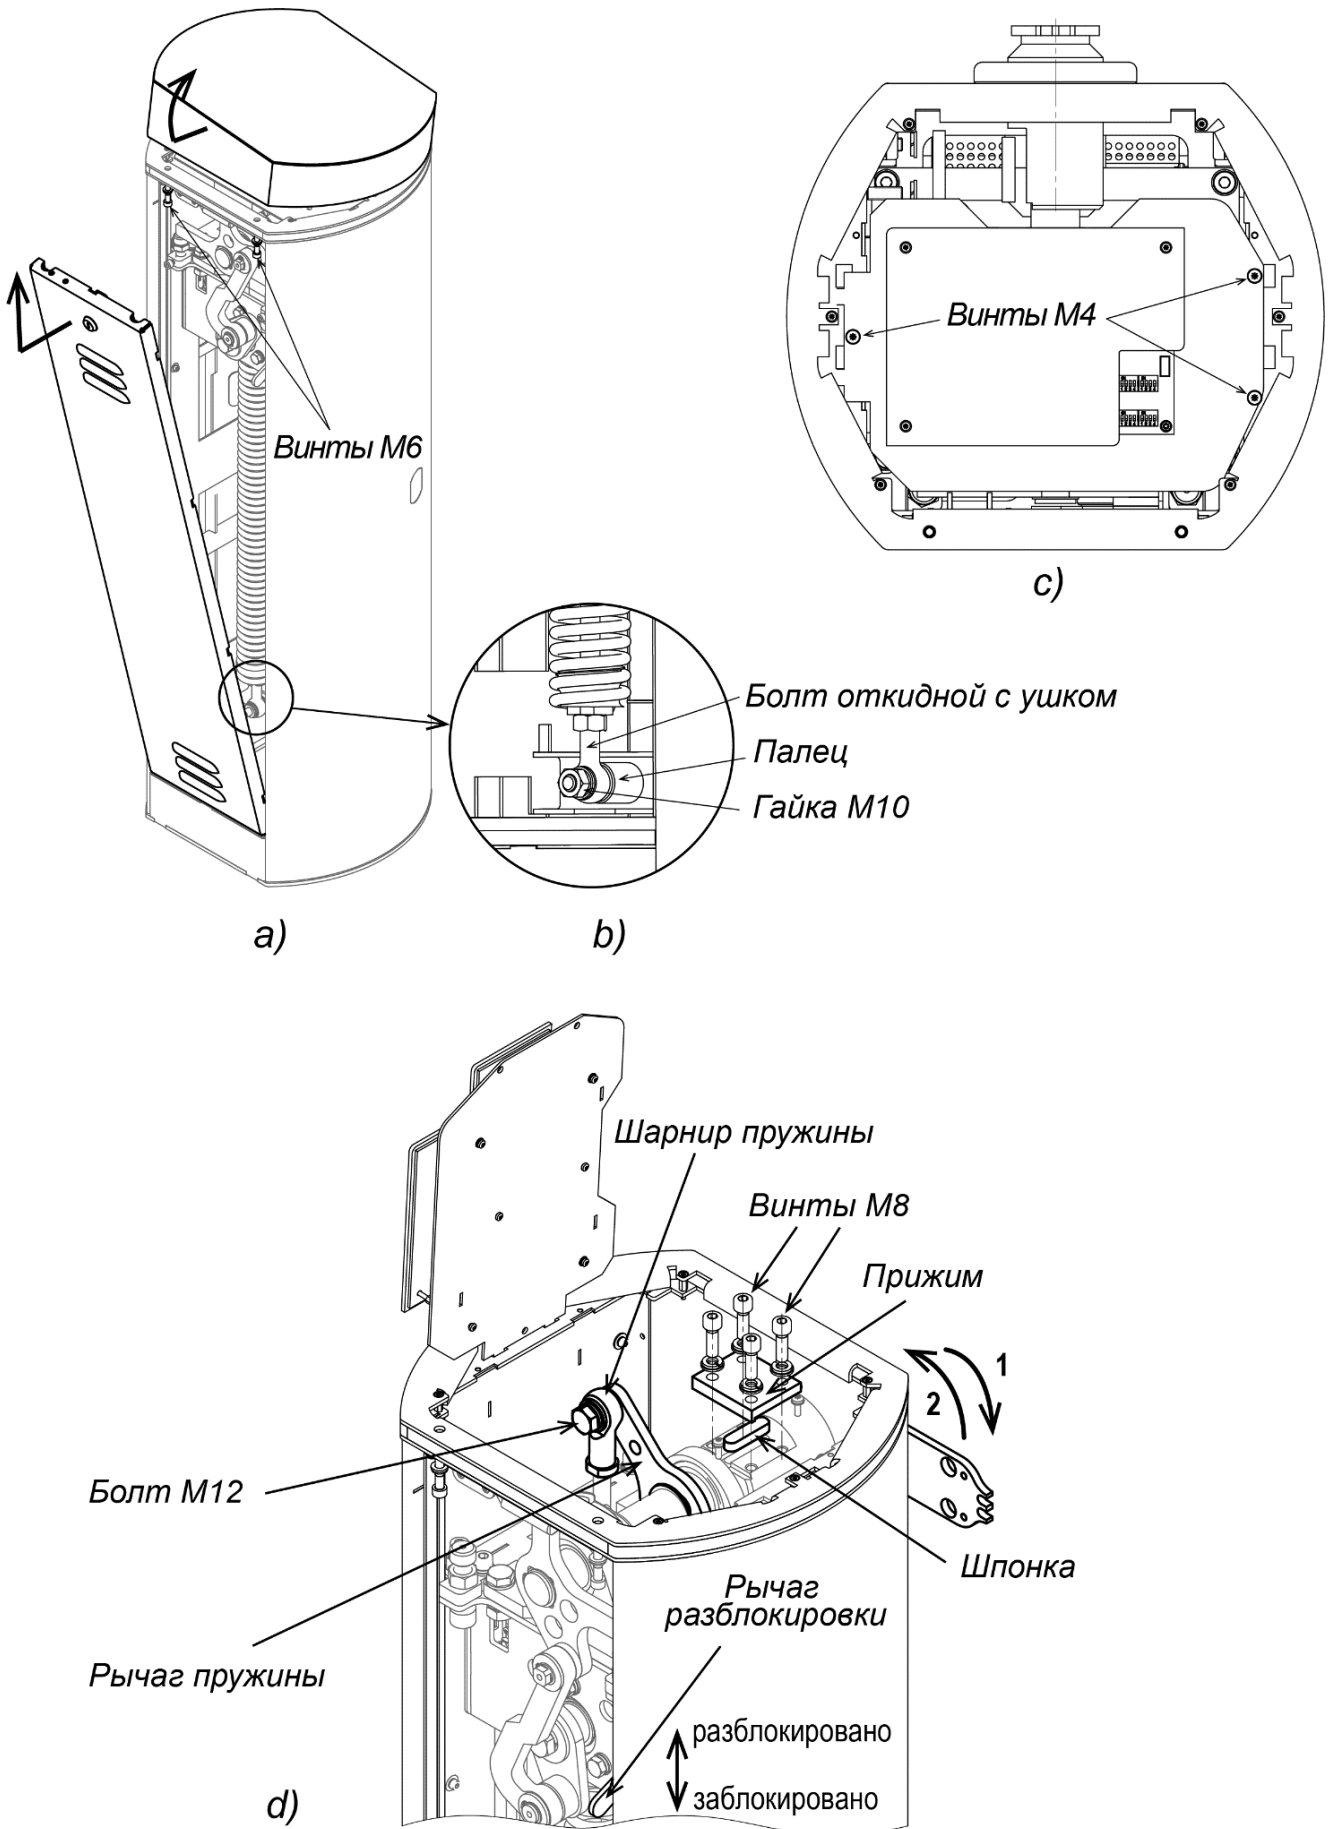

Рисунок 11. Порядок переустановки стрелы шламбаума
4. Поднимите передний край крышки вверх и снимите ее со шлагбаума. Будьте осторожны, не повредите контроллер, находящийся под крышкой (см. рис. 11).
1. Снимите дверцу, предварительно повернув ключ замка и открутите два винта М6, которые находятся снизу на верхней грани проема дверцы. Аккуратно, чтобы не повредить установленный внутри блок управления, снимите крышку, сдвинув ее за передний край на себя и затем подняв его вверх (см. рис. 11а).
3. Открутите гайку М10 и снимите пружину с пальца. Открутите вторую гайку, расположенную с обратной стороны кронштейна корпуса, и снимите палец (см. рис. 11б).
4. Открутите три винта М4 и поверните пластину с блоком управления на 90 градусов вверх (см. рис. 11с).